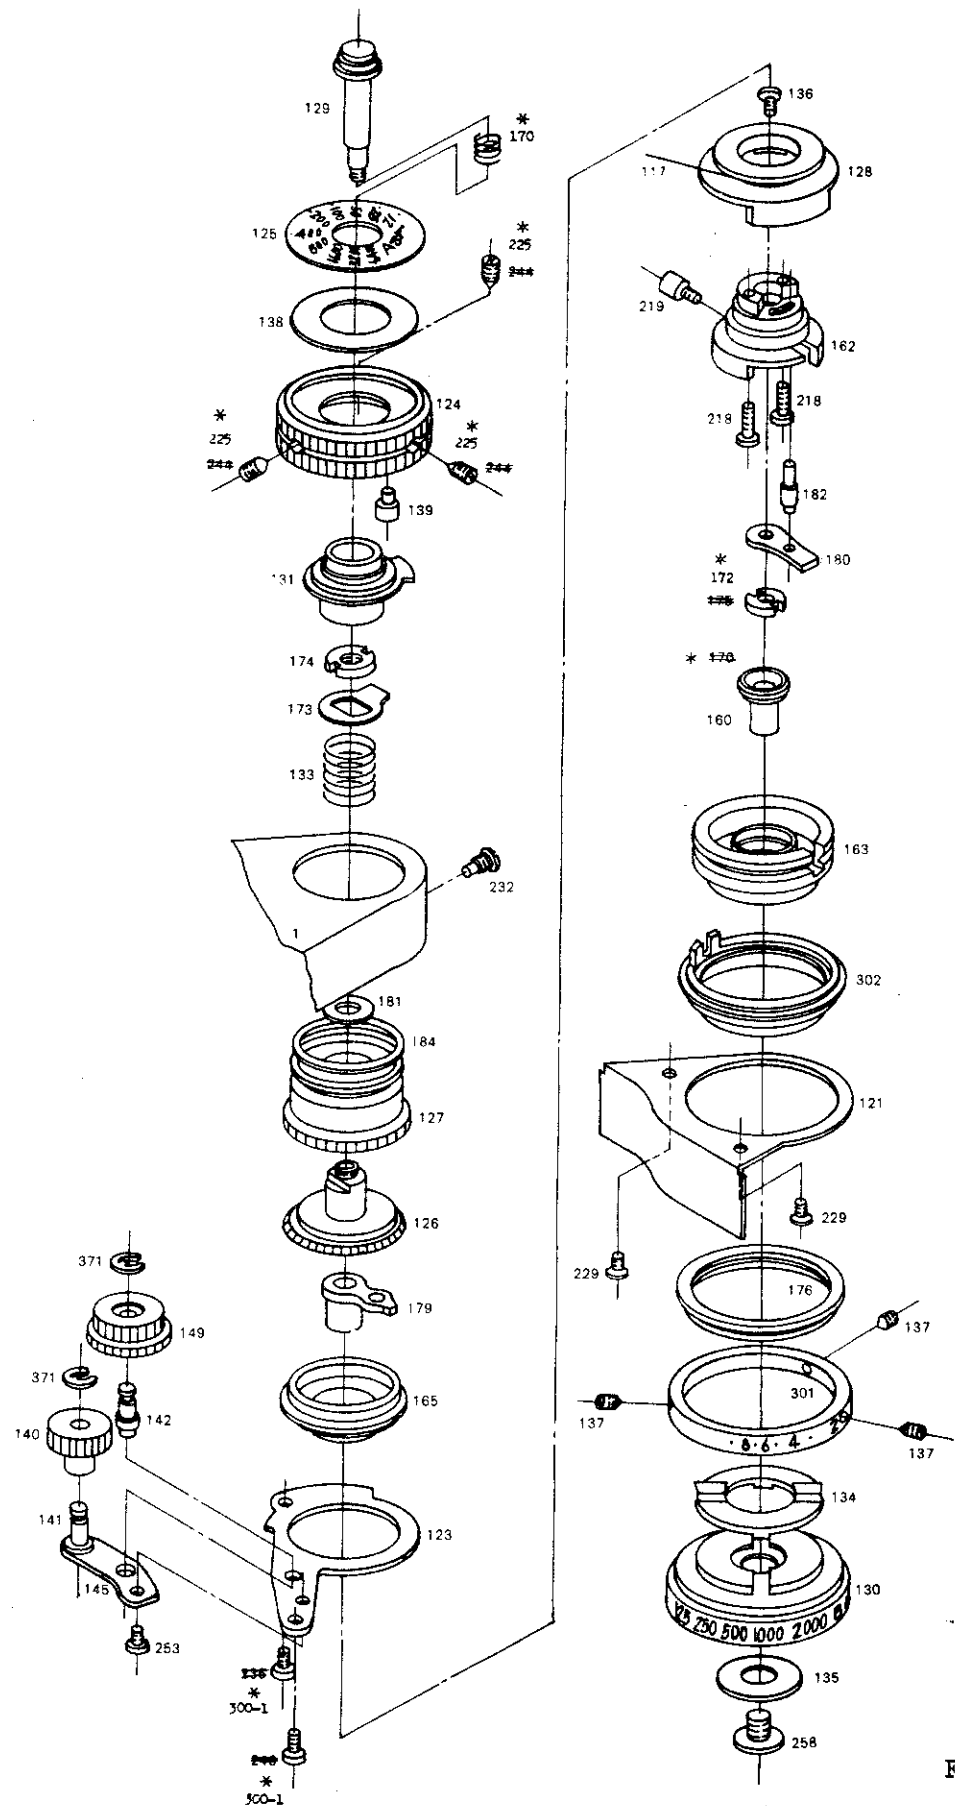
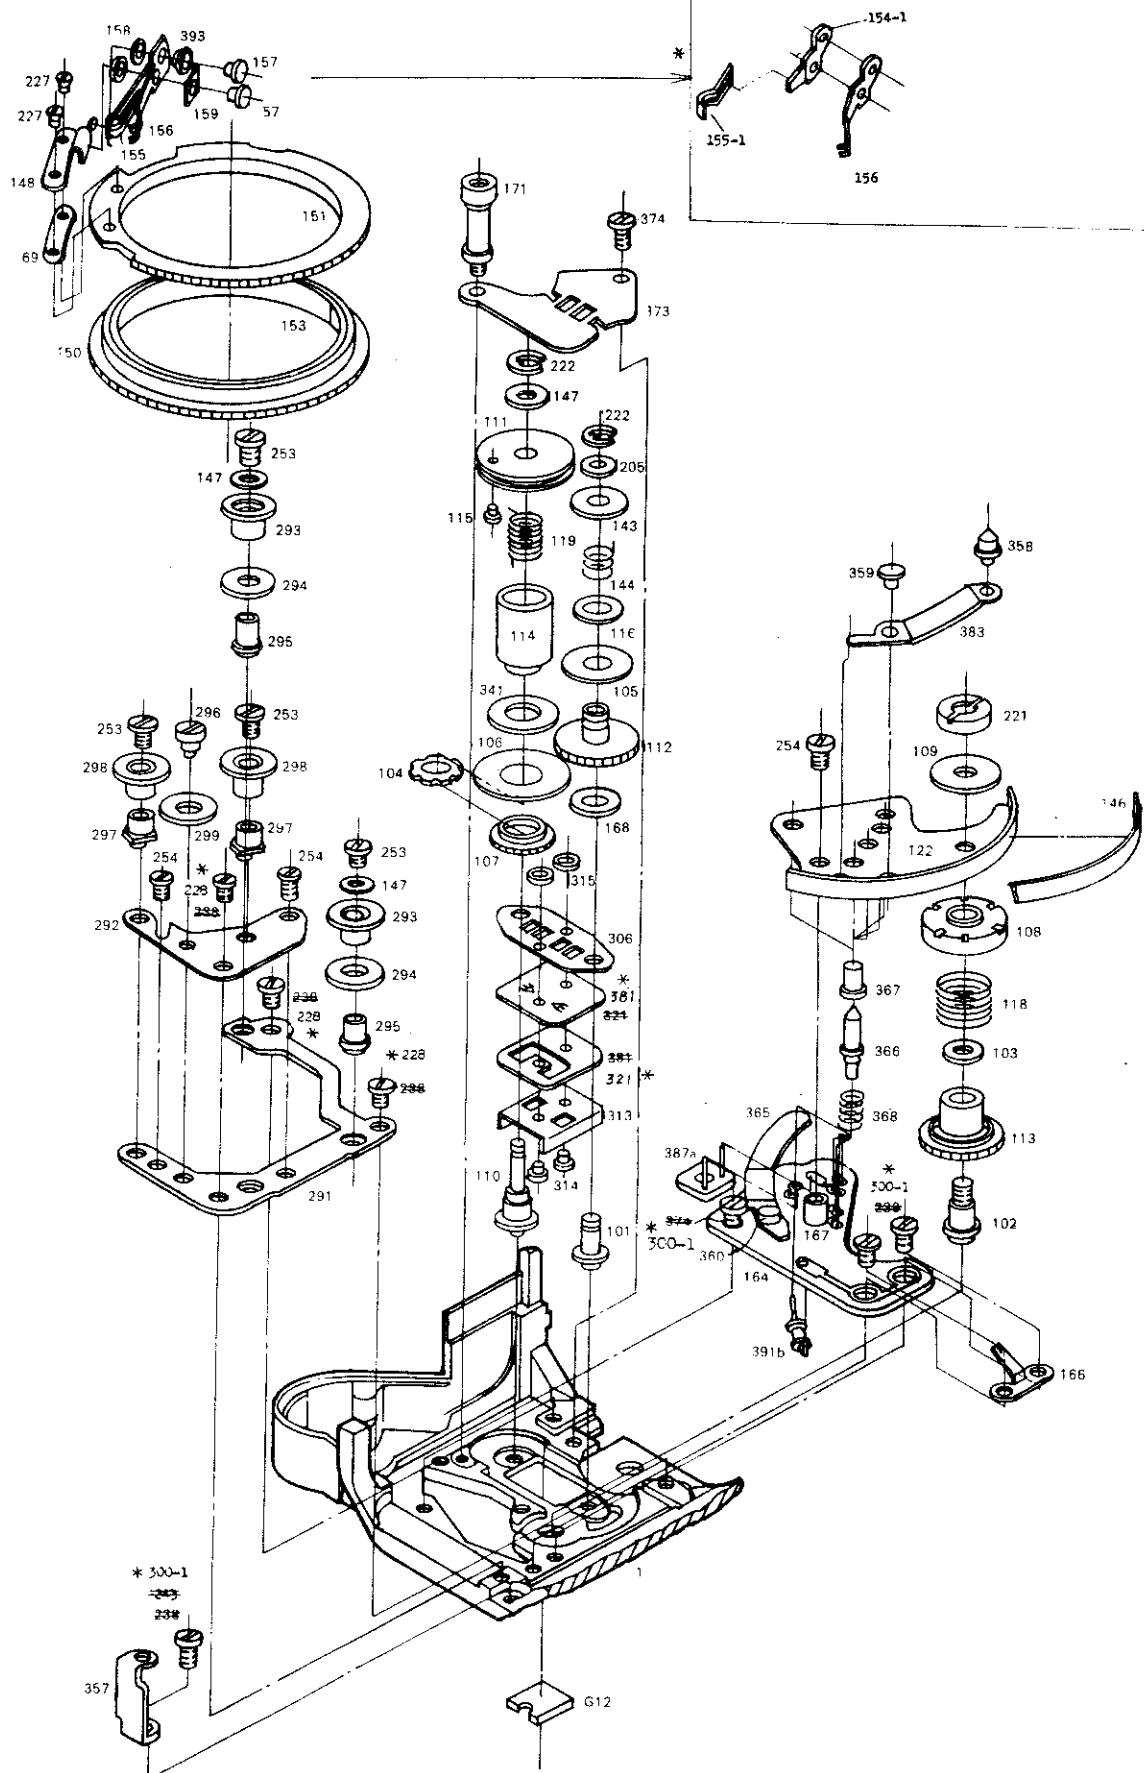

Fig. 2
Fig. 5
4.1 T-dial unit (Fig. 2)
4.2 T- and F-film unit (Fig. 2 and Fig. 5)
4. 1 Tダイアル部(Fig. 2)
4. 2 T、Fフィルム(Fig. 2, Fig. 5)